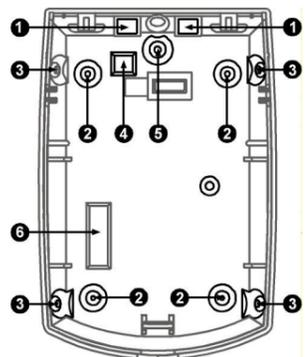

Fig 1 Knockout holes | Orificios troquelados | Troues de débouchure |
3. Break out the desired holes for proper installation (Fig. 1 – 2) for flat mount or Fig. 1-3 for corner mount) Use 4 screws type 3x30mm.
3. Haga los agujeros deseados para una instalación correcta ((Fig. 1 - 2) para enmarcar en lo plano o (Fig. 1 - 3) para enmarcar en la esquina) Use 4 tornillos de tipo 3x30mm.
3. Ouvrez les trous désirés pour l'installation (Fig 1 -2) pour le support plat ou (Fig 1 -3) pour le support d'angle. Employez 4 vis de type 3x30mm.